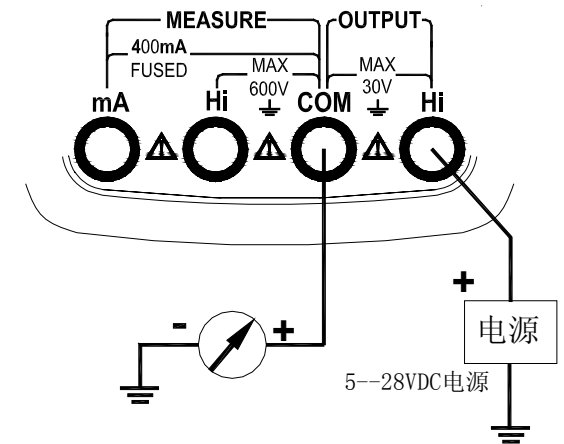

图8: 模拟变送器输出
1. 将测试表笔插入仪表输出端 (OUTPUT) 的 **Hi** 和 **COM** 插孔内, 另一端与用户仪表的测量端相连, 如图8所示。